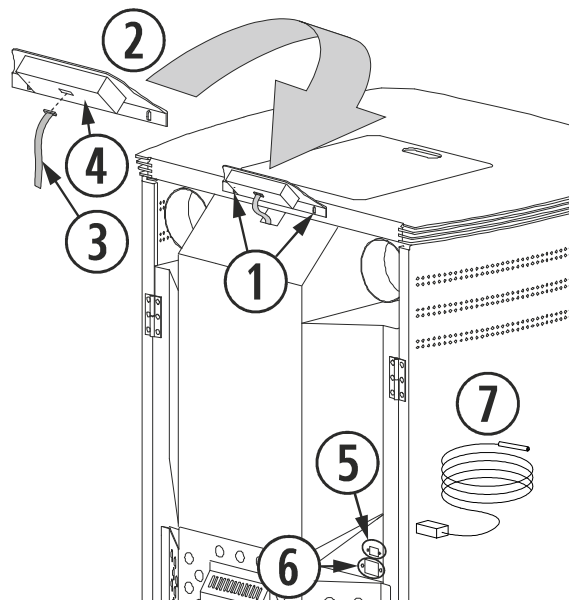
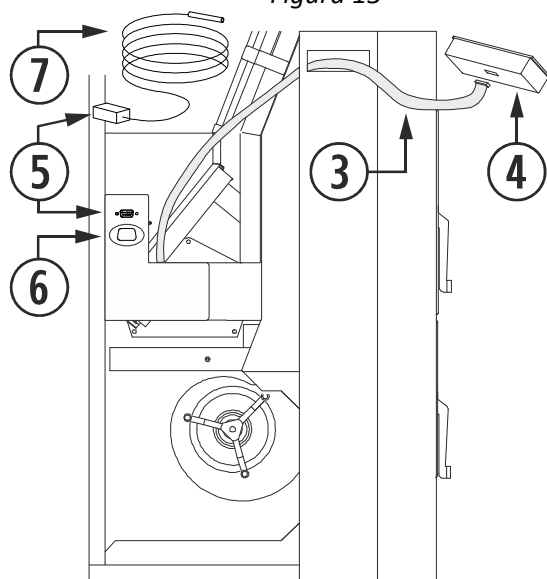

Figura 13
Figura 14
Ajustar os parafusos que fixam o suporte à estufa (①), tal e como indicado na *figura 13* para as estufas **Suez** e **Turbo Aire**, ligar o fio plano de ligação do teclado (③), que está situado na parte traseira fixado com fita adesiva e ligar na parte traseira do teclado (④), existe somente uma posição de ligação.
A sonda de ambiente (⑦) e o cabo de alimentação devem ser ligados na parte traseira das estufas **Suez**, **Turbo Aire** e **Venecia** como indicado na *figura 13* (Suez). A ligação é igual para as demais estufas deste manual. A sua localização é na parte lateral esquerda da estufa como indicado na *figura 14* (estrutura Oslo). A estufa reconhece a sonda, pois a temperatura ambiente pode ser visualizada no painel de comandos. Ao ligar um termostato ou ligação, não é possível visualizar a temperatura ambiente; aparece o sinal (·) indicando que algo está ligado na porta de comunicações.
①	Parafusos de ligação do teclado.
②	Suporte com teclado montado.
③	Ligação do teclado e C.P.U.
④	Parte traseira do teclado.
⑤	Ligação do termostato ambiente.
⑥	Ligação de corrente ~230/240V - 50Hz.
⑦	Termostato ambiente.